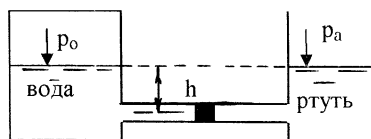

Рис. 2
1.2. В сообщающихся сосудах две жидкости, разделенные подвижной пробкой (рис.2), находятся в равновесии. Дано: $p_a=0,1$ МПа, $h=1,5$ м. Определить давление на свободной поверхности p_o .